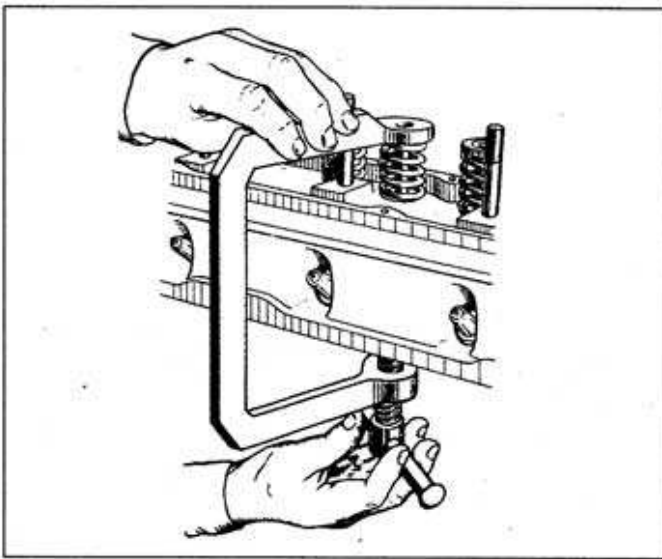

Рис. 3.53. Снятие клапанных пружин съемником 5-У-27555
- с помощью съемника (рис.3.53) произвести демонтаж пружин клапанов. Чтобы тарелка пружин клапана сошла с сухарей, нужно после предварительной затяжки винта слегка ударить рукояткой молотка по тарелке скобы съемника. Вынуть клапаны;